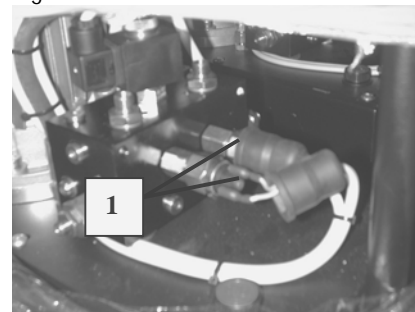

Fig.13
Modellen vanaf december 1999 zijn voorzien van pressostaten(ref.1 Fig.13) deze moeten op de volgende manier afgesteld worden: